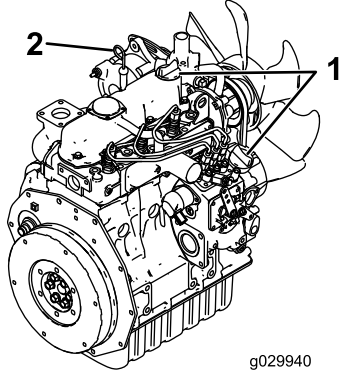

Figura 43
4. Curăai zona din jurul jojei de ulei i capacului de umplere cu ulei (Figura 43).